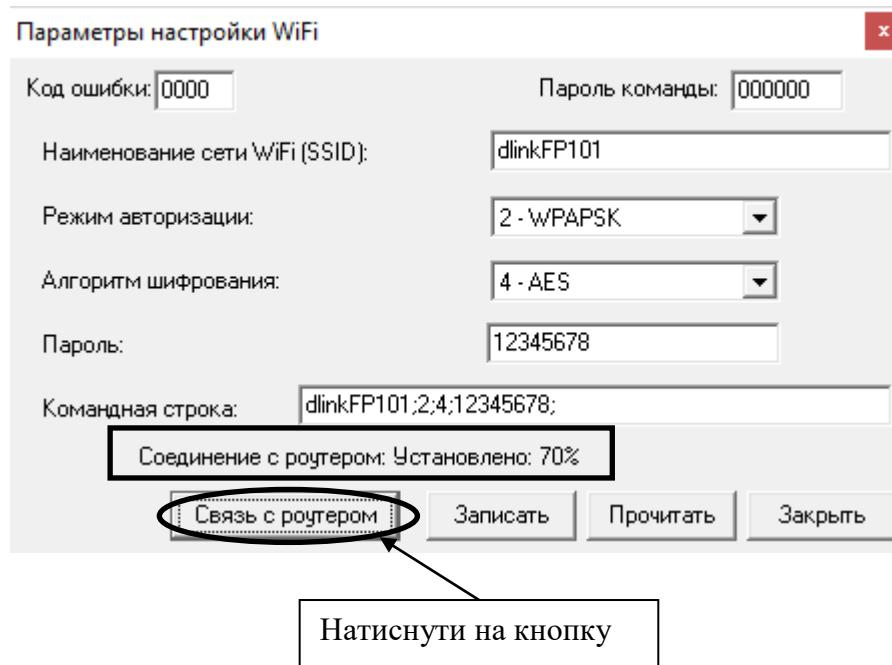

Рисунок 45
– перевірити зв'язок – натиснути кнопку «Связь с роутером» (рисунок 45).